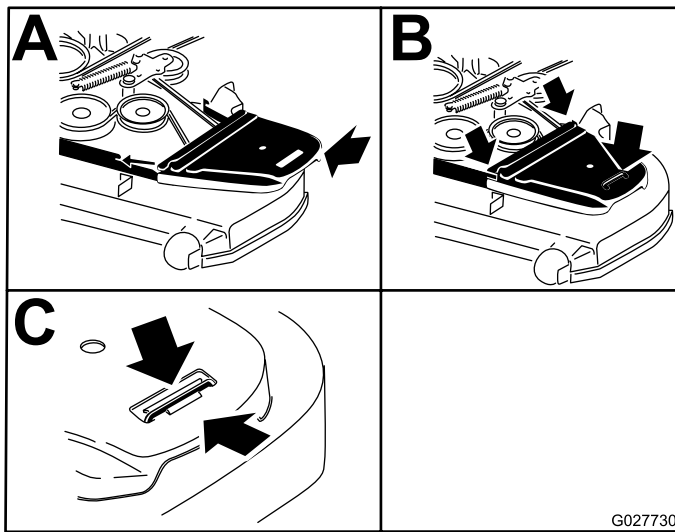

Bild 82
14. Bringen Sie die Riemenabdeckungen und die Schrauben an (Bild 82).